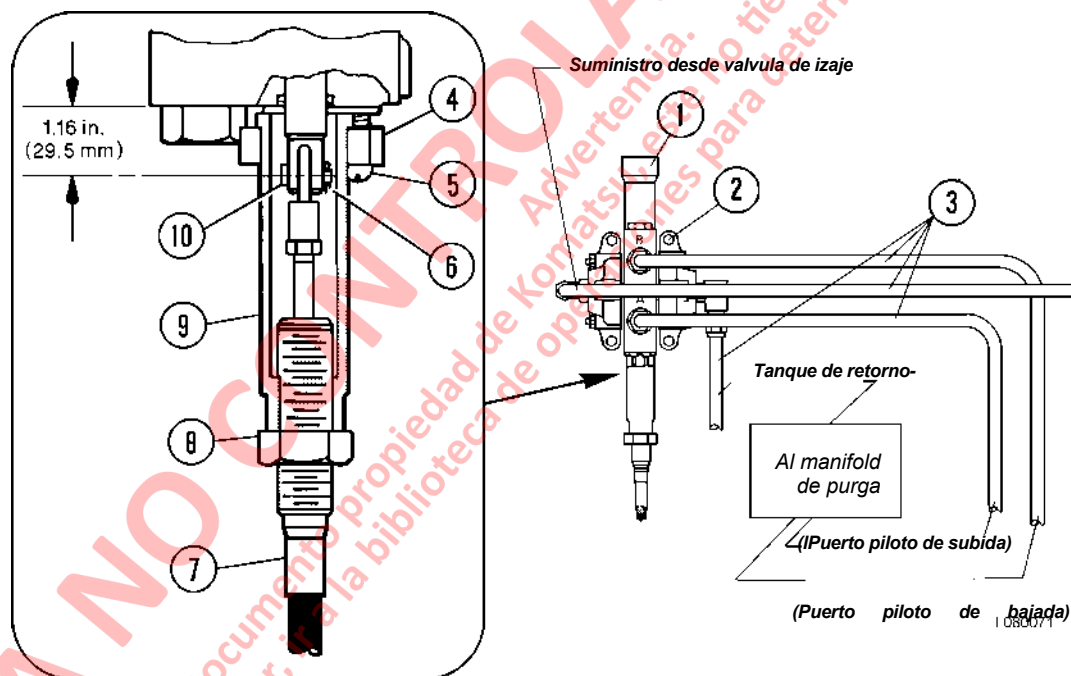

FIGURA 8-12. VALVULA PILOTO DE IZAJE Y TUBERIA
2. Desconecte los ductos hidráulicos (3, Figura 8-12) en la válvula piloto de izaje (1) ubicada en el gabinete de componentes hidráulicos en la parte posterior de la cabina. Saque los pernos (5).
3. Suelte y destornille la tuerca de bloqueo (8). Destornille la camisa (9) hasta que el pasador de dos patas (6) y el pasador (10) queden expuestos.
5. Desmonte el accesorio de montaje de la válvula piloto de izaje (2), y saque la válvula del gabinete. Consulte desensamblado de la válvula piloto de izaje para las instrucciones de reparación.
1. Coloque la válvula piloto de izaje (1, Figura 8-12) en posición en el soporte de montaje. Asegure la válvula en su lugar con el accesorio de montaje (2).
2. Coloque los ductos hidráulicos (3) en las puertos de la válvula y ensamble los fittings. Apriete muy bien las conexiones del ducto hidráulico.
4. Alinee la argolla del cable de control con el orificio del carrete de la válvula piloto e inserte el pasador (10). Asegure el pasador en su lugar con el pasador con la chaveta (6).
5. Atornille la camisa (9) hacia arriba hasta que haga contacto con el cuerpo de la válvula. Mueva el flange (4) a su posición y asegure en su lugar con pernos (5).
6. Atornille la tuerca de bloqueo (8) en la camisa. Apriétela muy bien.